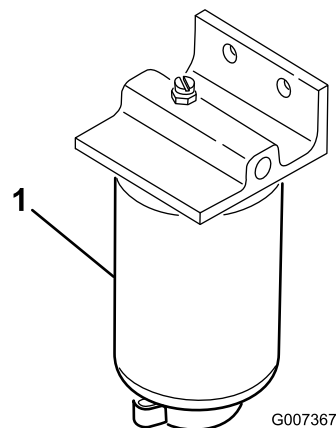

図 49
1. 燃料フィルタの下に汚れのない容器をおく (図 49)。
2. フィルタ容器(図 49)の周辺をウェスできれいにぬぐう。